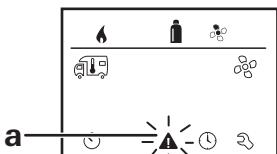

Fig. 25
1. Sélectionnez l'icône (« Fig. 25 ») au moyen du bouton rotatif / poussoir.
**i** Dans ce cas, l'erreur n'est pas reconnue dans le CP plus VarioHeat et l'icône d'avertissement (« Fig. 25 ») demeure affichée. L'appareil demeure à l'état d'erreur. Il est possible de faire fonctionner les autres appareils raccordés.
1. Sélectionnez le symbole d'avertissement (« Fig. 25 ») au moyen du bouton rotatif / poussoir.